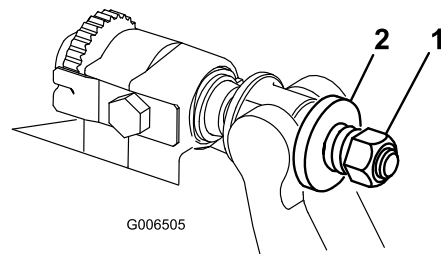

Figura 23
6. Serrate il dado di tensionamento della molla finché questa non è a riposo, quindi allentatelo di mezzo giro (Figura 23).